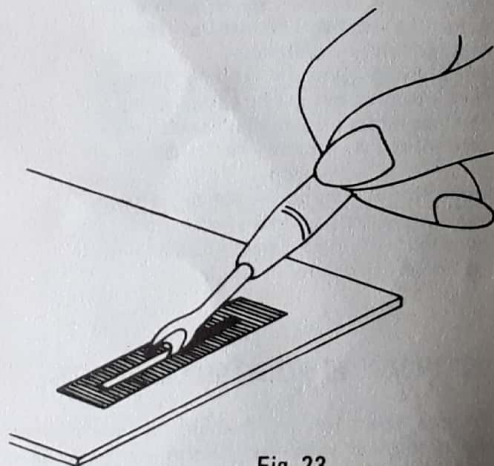

Fig. 23
- \* Quite la prenda de la máquina y abra el ojal con la tijera o cortaojal como lo muestra la Fig. 23.